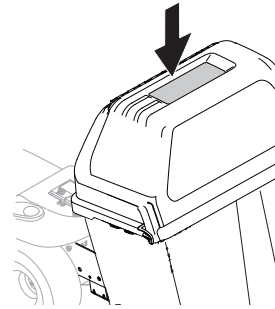

Figura 23
1. Mientras corta el césped, deténgase periódicamente y controle la ventanilla de visualización que está arriba de la tapa del colector de césped. Consulte la Figura 23.